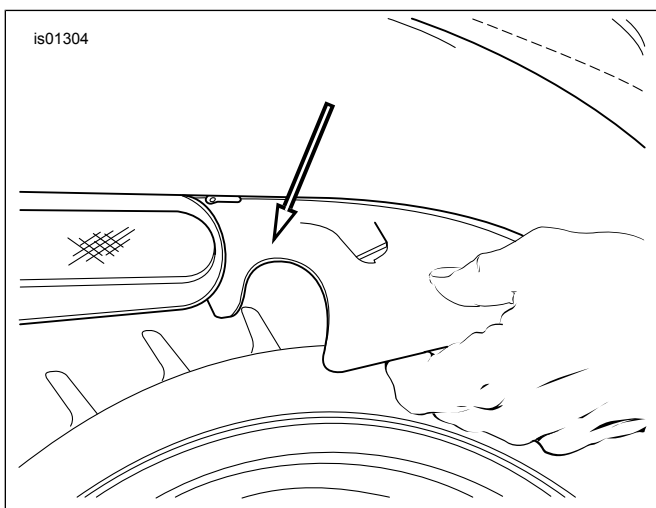

Figure 5. Abaisser la protection anti-éclaboussures (VRSCA/B/D 2002-2006)
4. Figure 5 Abaisser la protection anti-éclaboussures de la position d'installation.